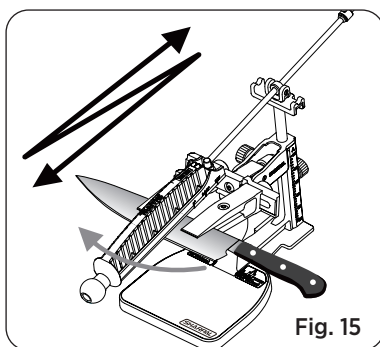

Fig. 15
2. Applicera lätt tryck med långa, jämna drag, börja vid bladets häl. För slipplattan fram och tillbaka längs skäreppen mot spetsen. Stanna vid bladspetsen. (Se Fig. 15)